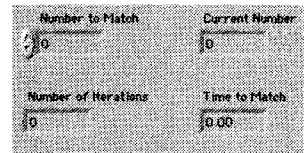

Рис. 6.38
2. Создайте лицевую панель, как показано на рис. 6.38.